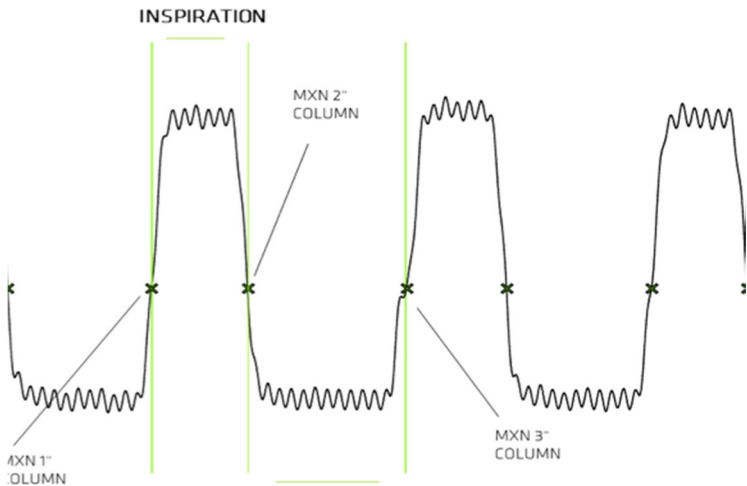

Figura 54 - Flusso (dal file .dat) con punti mxn sovrapposti per un respiro
- *File .mxn*: è organizzato in una matrice n-per-3, dove ogni riga rappresenta l'ennesimo respiro accettato dal dispositivo durante la misurazione FOT mentre le tre colonne contengono il numero del campione corrispondente all'inizio dell'inspirazione, la fine dell'inspirazione e la fine dell'espirazione, rispettivamente (Figura 54). Salvo se non è stato scartato un respiro, l'inizio della fase inspiratoria coincide con la fine della fase espiratoria del respiro precedente.